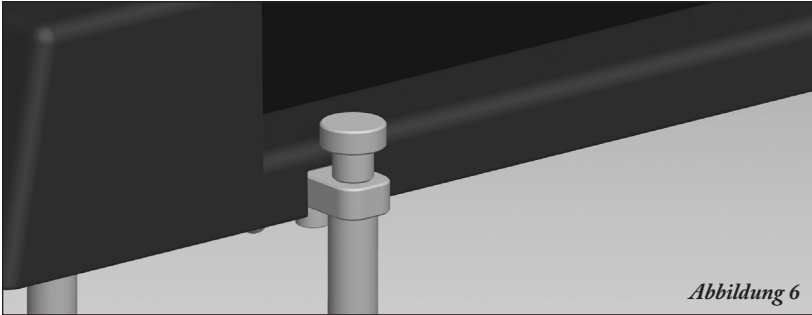

Abbildung 6
6. Platzieren Sie das zweite Gerät vorsichtig über dem ersten, indem Sie die Stützsockel oben auf die Stapelstangen aufsetzen. Sichern Sie die Stangen mit den mitgelieferten Schrauben (Abb. 6).